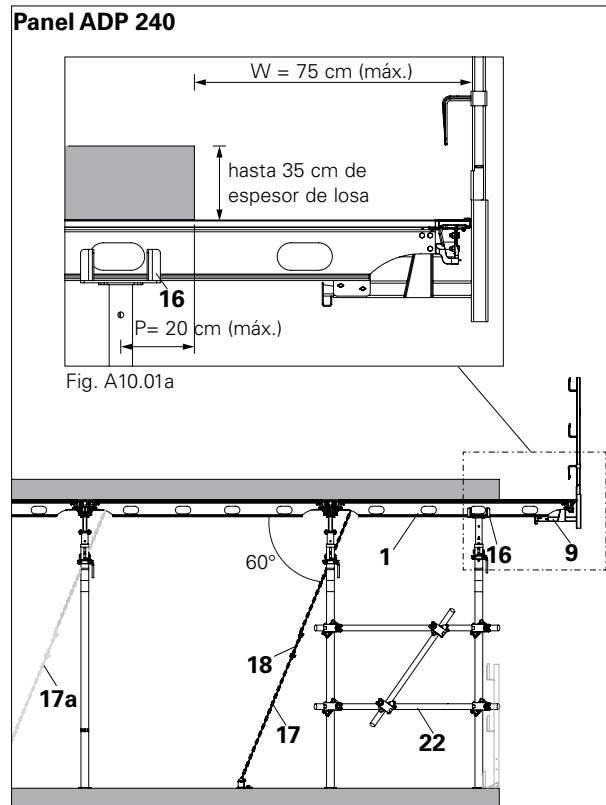
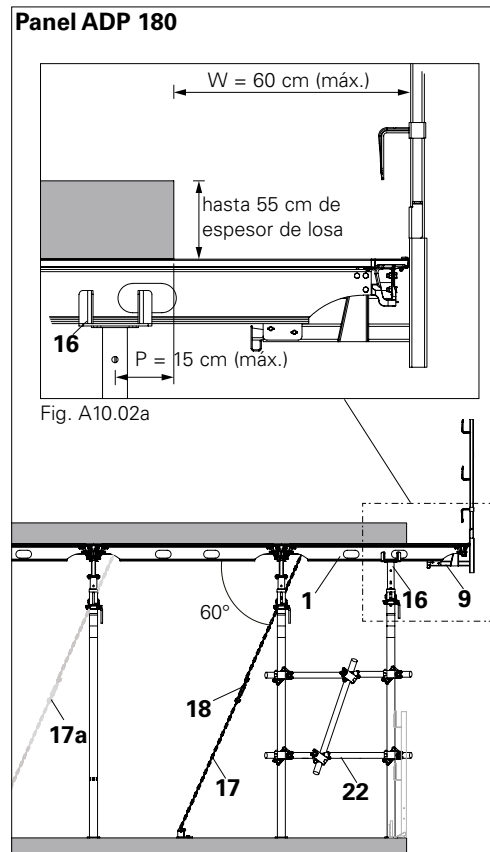

Fig. A10.01
Fig. A10.02
Se debe tener en cuenta la planificación específica del proyecto para tener en cuenta el número de cadenas adicionales necesarias. (Fig. A10.01) y (fig. A10.02)
1. Instale el panel ADP (1) con el soporte de barandilla ADG (9). (Fig. A10.01)
2. Fije el cabezal ADC (16) con el puntal para apoyar el panel ADP (1).
3. Fije el voladizo mediante una cadena tensora 3,0 kN (17). (Fig. A10.01 + Fig. A10.02)
4. Instale arriostramientos en Z adicionales para garantizar la estabilidad de los puntales en la periferia, como arriostramientos mediante tubos y grapas. (Fig. A10.01 + Fig. A10.02)